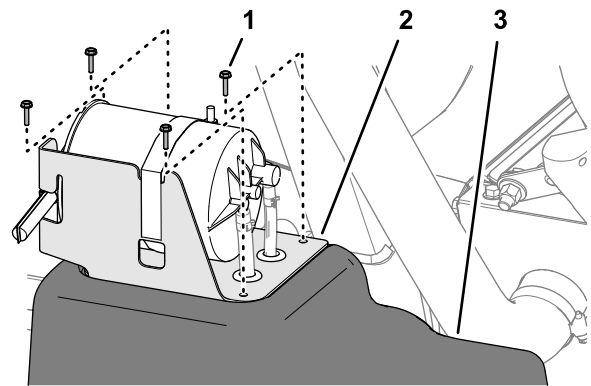

Bild 124
5. Fluchten Sie die Löcher in der Halterung für Aktivkohlefilter mit den Löchern im Kraftstofftank aus (Bild 124).
6. Befestigen Sie die Halterung mit den vier Schrauben (Nr. 10 x 3/4") am Kraftstofftank (Bild 124).